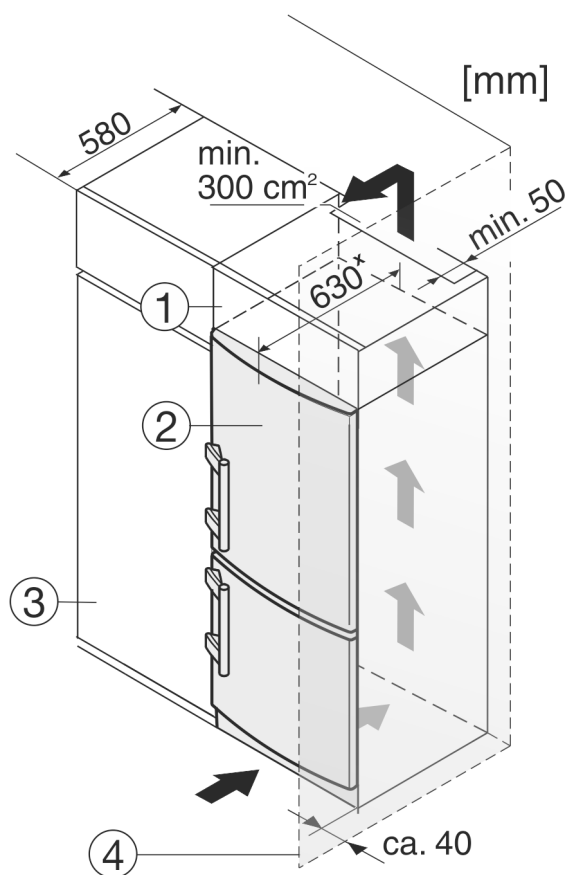

Fig. 12
Устройство может быть окружено предметами кухонной обстановки. Чтобы уравнивать устройство *Fig. 12 (2)* по высоте с кухонной стенкой, можно установить над устройством соответствующий дополнительный шкафчик *Fig. 12 (1)*.
При комбинировании с кухонными шкафами (глубина макс. 580 мм) устройство можно установить непосредственно рядом с кухонным шкафом *Fig. 12 (3)*. Устройство выступает сбоку на 34 мм\* и по центру на 50 мм\* относительно передней стенки кухонного шкафа.
Если устройство установлено на шарнирах у стены *Fig. 12 (4)*, то расстояние между устройством и стеной должно быть не менее 40 мм. Настолько выступает ручка при открытой двери.